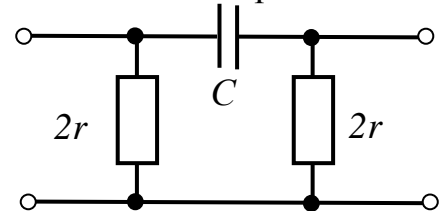

Рис. 4.8
1. Схема фильтра при заданных условиях представлена на рис.4.8.